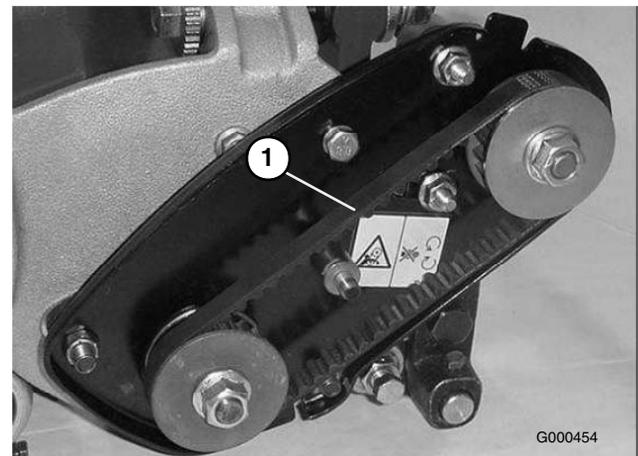

Figura 31
2. Verifique a pressão calcando a correia (Figura 31) até ficar entre o alternador e as polias, aplicando uma força de $17,8 \pm 4,4$ N. A correia deve atingir um desvio de 6,4 mm. Se o desvio for incorrecto, passe para o passo seguinte.